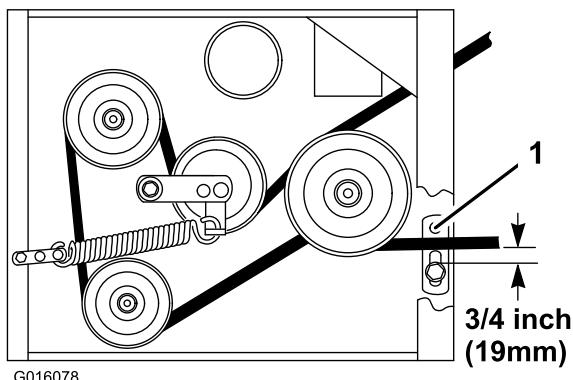

Figura 46
- 8. Compruebe que la guía de la correa, situada debajo del bastidor del motor, está ajustada correctamente (Figura 46).
**Nota:** La distancia entre la guía de la correa y la correa del cortacésped debe ser de 19 mm (3/4 pulg.) cuando la correa del cortacésped está engranada (Figura 46). Ajuste la guía de la correa del cortacésped si es necesario. La correa no debe rozar ni salirse de la polea si las guías están correctamente ajustadas.